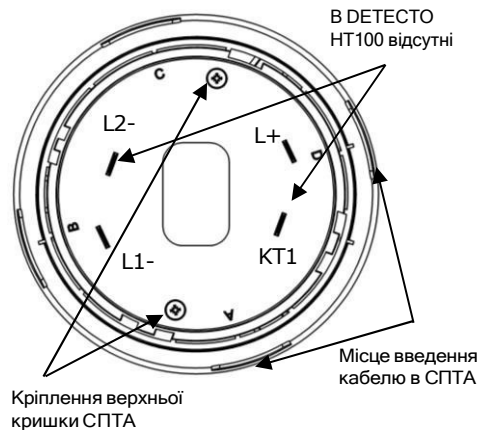

Рисунок 3.1 - Вигляд СПТА з боку контактів
КТ1	Клема для підключення ВПОС. В СПТА DETECTO HT100 ця клема відсутня (Рис. 3.1)
4.3 Для випадків, коли кабель всередину бази заводять збоку, в самій базі та в кришці СПТА передбачені вікна, потрібні з яких вирізають. Ці вікна промарковані літерами «А», «В», «С», «D» (Рис. 3.1, Рис. 4.1).